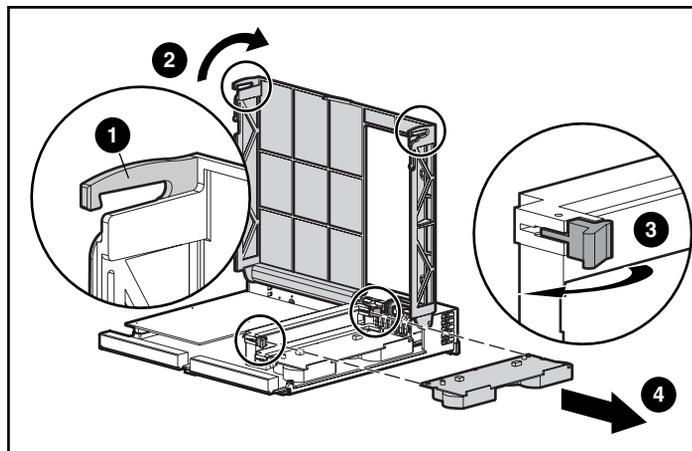

Figura 6: Rimozione del modulo cache
3. Come mostrato nella Figura 6, sganciare i fermi di aggancio del coperchio del controller **1** sulla parte posteriore del controller, quindi sollevare il coperchio **2**.
Nota: Il controller mostrato nella Figura 6 è stato ruotato in modo da rendere visibili le parti posteriore e laterale.